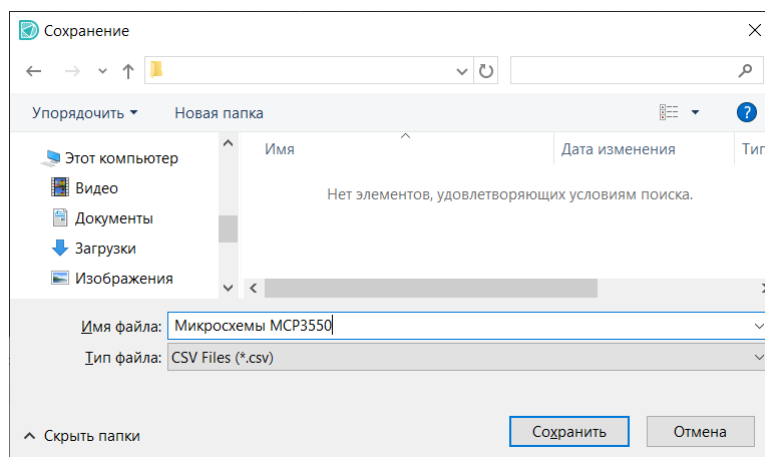

Рис. 324 Указание имени и места сохранения экспортируемого файла с данными радиодеталей
2. Укажите в окне проводника место сохранения и имя файла, см. Рис. 324.